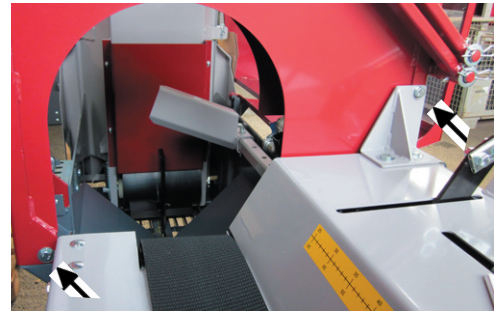

Bild 12
- Befestigungsschrauben (SW 17) an der Sägeschutzhaube abschrauben (siehe „Bild 12“) und die Haube aufklappen